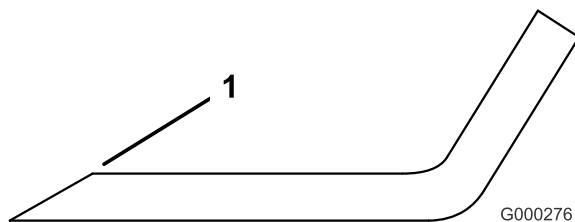

Figura 62
1. Affilate i taglienti da entrambe le estremità della lama con una lima (Figura 62). Rispettate l'angolazione originale. La lama conserva il proprio equilibrio soltanto se viene rimossa una quantità uguale di materiale da entrambi i taglienti.